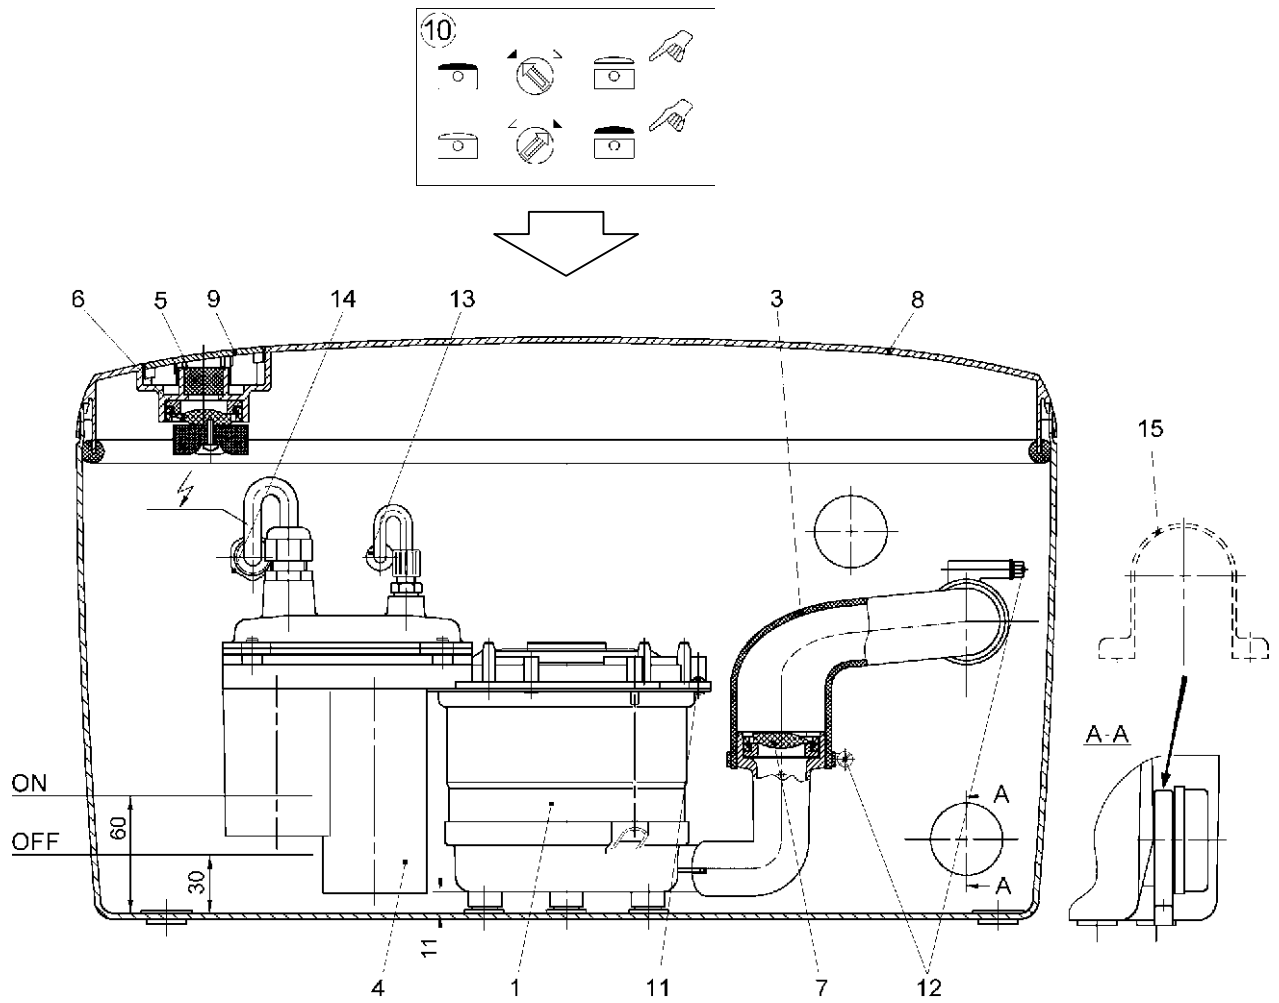

РИС. 1
Автоматическая установка для отвода сточных вод (рис. 1) состоит из герметичного водонепроницаемого пластикового резервуара, который размещается на полу, например, под умывальником, в который встроен насос (рис.1, поз.1) с герметичным мотором. Мотор отделен от насосной части двойным уплотнением.
Вмонтированный выключатель (рис.1, поз. 4) включает и выключает установку в зависимости от уровня жидкости в резервуаре.
Вентиляция резервуара и удаление воздуха из него может осуществляться через встроенный в установку фильтр с активированным углем (рис. 1, поз. 5) в помещении где размещена установка или через специально присоединяемую вентиляционную линию на крышу дома. Для того чтобы при прекращении работы насоса и повышающемся уровне жидкости в резервуаре, он не достиг фильтра с активированным углем, в установку встроен дополнительный обратный клапан (рис. 1, поз. 6). Трубка для удаления сточных вод из резервуара также имеет обратный клапан (рис.1, поз.7).
- Если вентиляция осуществляется не через встроенный в прибор фильтр с активированным углем, а через вентиляционную линию в крыше, то необходимо удалить крышку (рис. 1, поз. 9) и вставить вентиляционную трубу
(рис. 2, поз. 2, внутренний диаметр 25 мм, стандартная ПВХ труба) через эластичную часть шланга на патрубок. Фильтр с активированным углем (рис. 1, поз. 5) может быть удален.
- Предохранять установку от ударов и перемещений. Для этого надвинуть прилагающуюся зажимную скобу (рис. 1, поз. 15) на патрубок подающей линии и закрепить на полу с помощью винтов и дюбелей.
### 7.1 Чистка установки (рис. 1)
- Снять крышку (рис.1, поз.8), повернув рукоятку (рис. 1, поз. 10) и нажав на три защелкивающиеся крючка (сбоку и спереди).
### 7.2 Демонтаж насоса (рис.1)
- Отвинтить зажимные скобы шланга (рис. 1, поз. 12) отводной трубы.
- Отвинтить резьбовое соединение вентиляционной трубки (рис. 1, поз. 13) у стенки резервуара и снять ее.
- Отвинтить PG - резьбовое соединение (рис. 1, поз.14) у стенки резервуара и протянуть кабель к внутренней стороне резервуара.